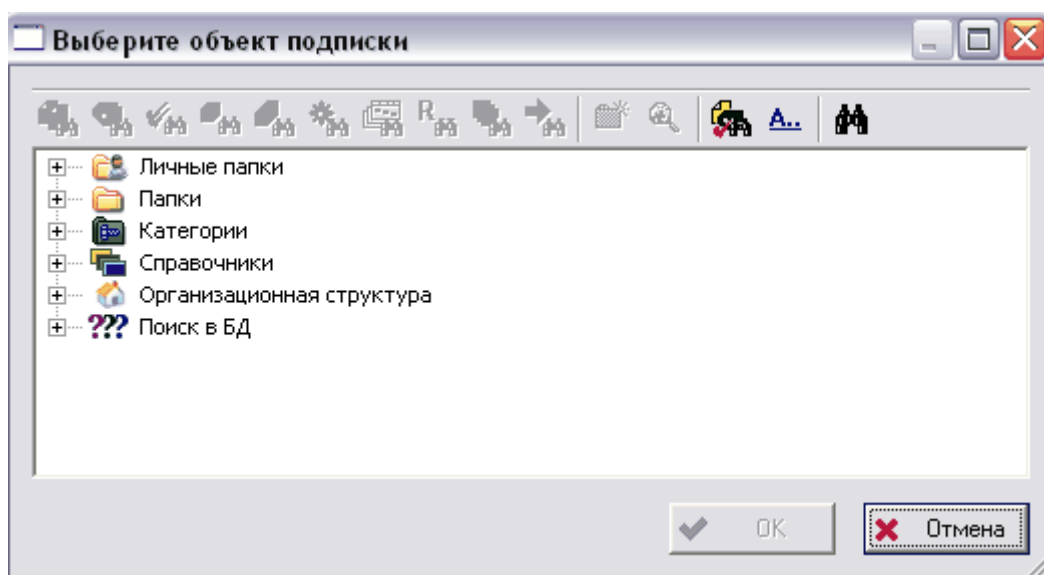

Рис. 278
2. Для добавления элемента подписки нажмите на кнопку **+ Добавить**. После этого появится окно выбора объекта БД (Рис. 278).